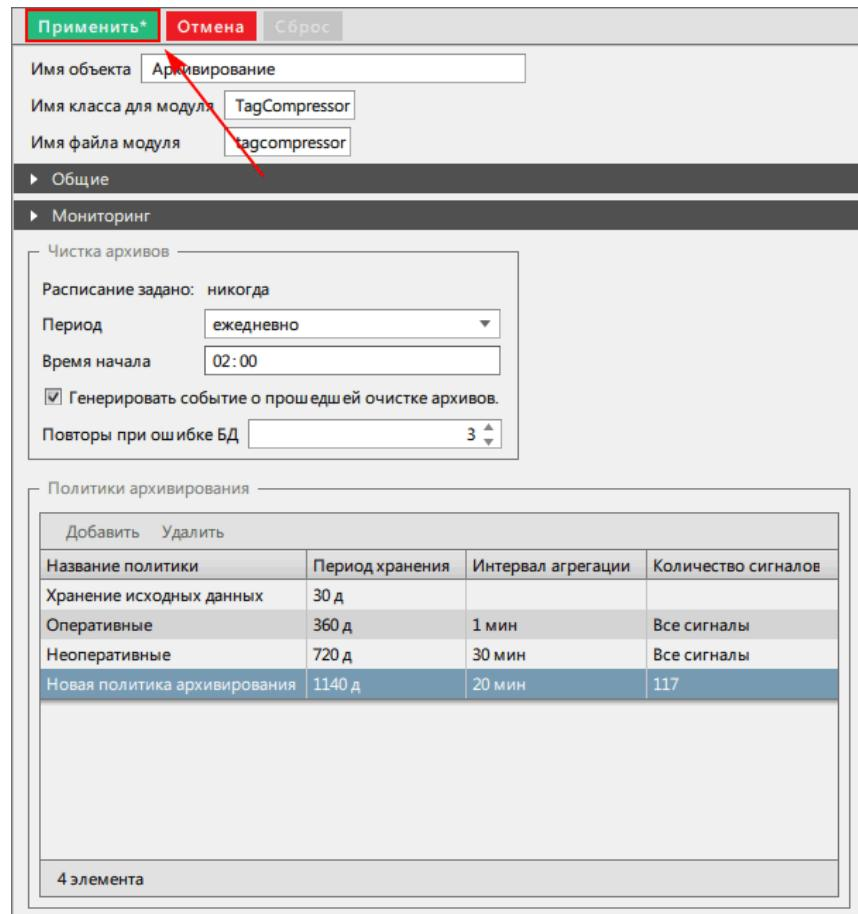

Рисунок 283 - Сохранение изменений
5. Нажмите **Применить** (Рисунок 283).